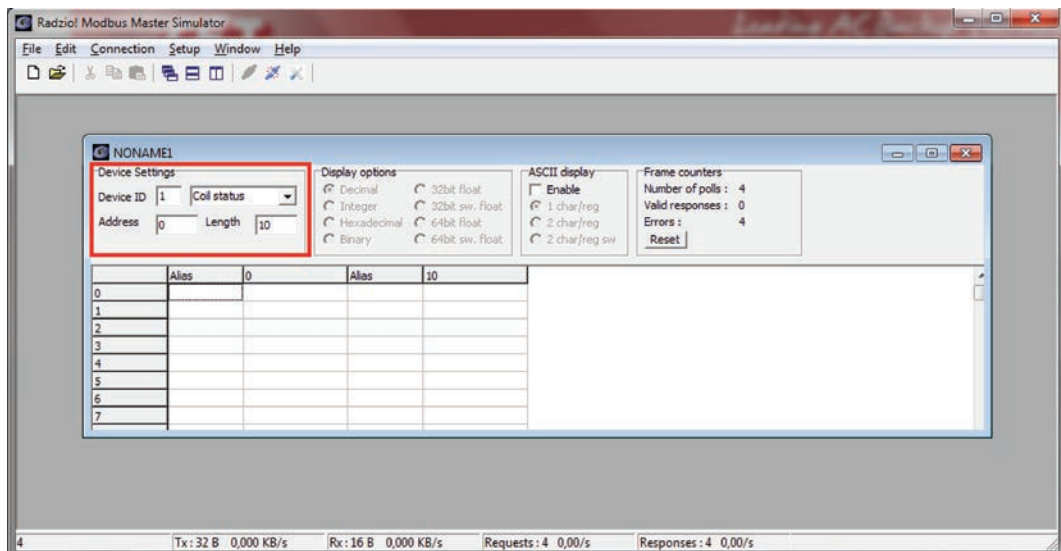

Fig. 10 : paramètres Radzio par défaut pour modifier
11. Modifier les **Paramètres d'appareil** au sein de la nouvelle feuille Modbus. (fig. 10)